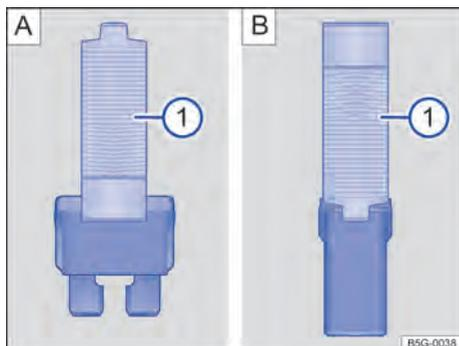

Fig. 140 Retirar ou colocar o fusível com a pinça de plástico: **A**): fusível plano, **B**): fusível de bloqueio.
- Se necessário, retirar a pinça de plástico → Fig. 140 **1** da cobertura da caixa de fusíveis.
- De acordo com a versão do fusível, colocar as garras adequadas do alicate plástico → Fig. 140 **A**) **1** ou → Fig. 140 **B**) **1** lateralmente no fusível.